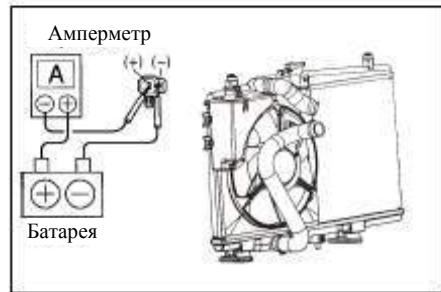

Рис. 66
**(3) Проверьте вентилятор охлаждения (см. Рис. 66).**